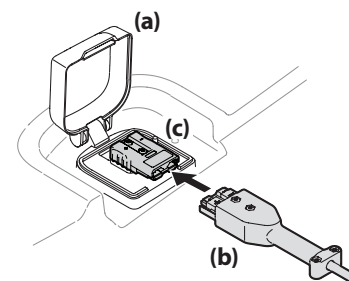
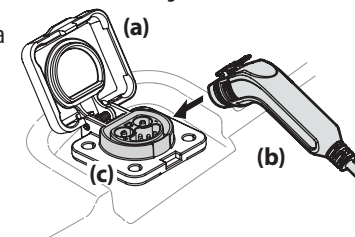

Figura 11
Figura 12
- Levante la tapa del puerto de carga (a). Consulte la Figura 11 para el estilo 1 (725-07253) y la Figura 12 para el estilo 2 (Cargadores de la serie T56XXX).
- Inserte el cable de carga (b) en el puerto de carga (c). Consulte la Figura 11 para el estilo 1 y la Figura 12 para el estilo 2.